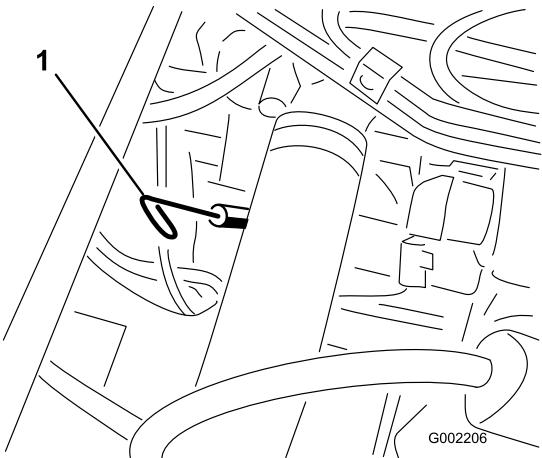

Figure 37
2. Retirez la jauge, située sous le siège du passager, et essuyez-la sur un chiffon propre (Figure 37). Remettez la jauge dans le tube en vérifiant qu'elle est enfoncee au maximum. Sortez de nouveau la jauge et vérifiez le niveau d'huile.
13. Retirez le bouchon de remplissage et versez lentement environ 80% de la quantité d'huile spécifiée dans le moteur par l'orifice de remplissage (Figure 37).